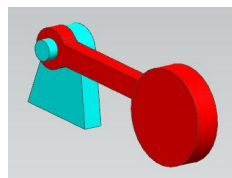

Рис.18
- Итак, речь идет о резиновых втулках, которые участвуют в соединении жестких стержней. Например, представьте себе, что шпёнок голубого основания на рис.18 сделан из резины. В этом случае колебания красного металлического маятника под действием собственного веса приведут к его довольно сложным перемещениям.
- Вы можете выполнить соответствующий пример (рис.18, 19). Все необходимые компоненты находятся в директории учебных заданий – **Prim_Rez_Vtulka**.